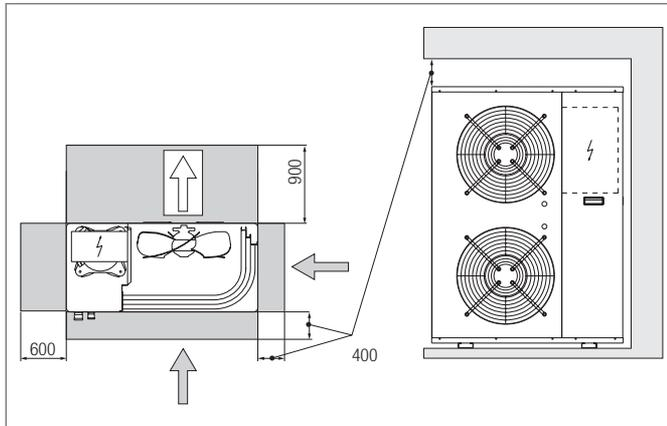

Fig. 10-3 Distanze tra gli apparecchi
- Le distanze minime (vedere Fig. 10-3) devono essere rispettate.